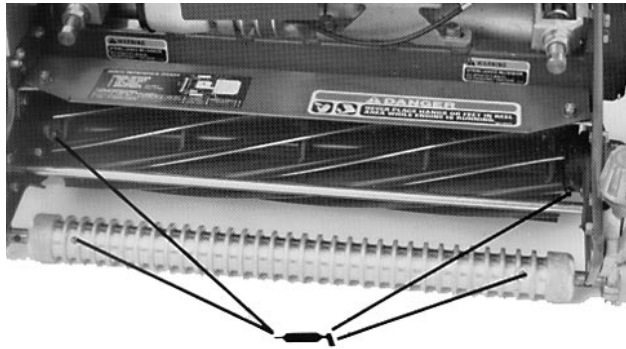

Fig. 16
2. Os locais onde se encontram acessórios de lubrificação são: (2) no rolo dianteiro (Fig. 16), (2) nos mancais dos carretéis (Fig. 16), (2) nos eixos do tambor (Fig. 17), (3) no diferencial (Fig. 17), (2) nos mancais do contraveio dos carretéis (Fig 18) e (1) na articulação falsa da correia (Fig. 19).